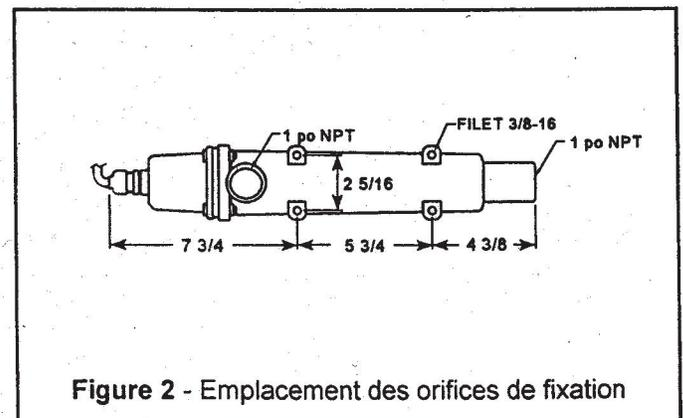

Figure 2 - Emplacement des orifices de fixation
1.2.3 Fixez le réchauffeur sur l'intérieur du châssis. La FIGURE 2 indique la position des orifices de fixation.